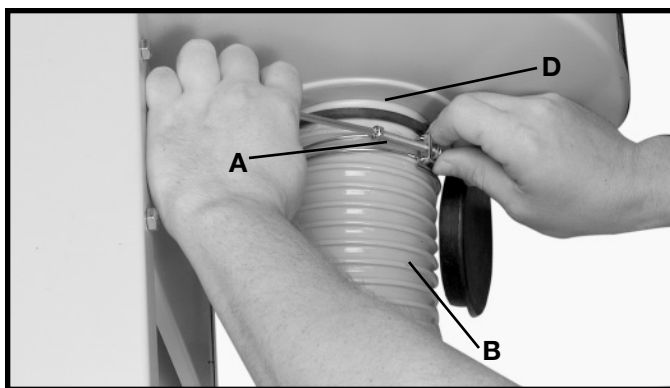
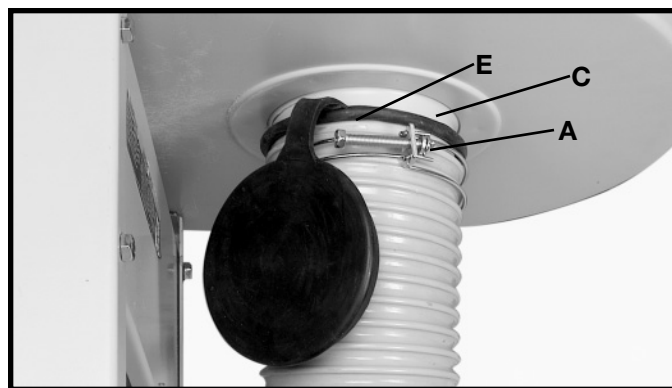

Fig. 18
Fig. 17
El colector de polvo se suministra con una manguera de entrada de polvo flexible de 4 pulgadas. Coloque el soporte de la tapa de la entrada (E) sobre el colector de polvo de la manera que se muestra en la Fig. 17. **NOTA:** **NO CUBRA EL ORIFICIO DE ENTRADA CON LA TAPA DE LA ENTRADA CUANDO ACOPLE LA MANGUERA AL ORIFICIO DE ENTRADA.** Para montar la manguera de recolección de polvo en el conjunto de motor y soplador, sujete flojamente la abrazadera de manguera (A), Fig. 17, alrededor de un extremo de la manguera flexible (B) y monte la manguera en el orificio de entrada de polvo (C). Apriete la abrazadera de manguera (A), Fig. 18, para sujetar la manguera flexible (B) al conjunto de motor y soplador (D). Monte la abrazadera restante en el otro extremo de la manguera flexible y en la máquina de elaboración de la madera. **IMPORTANTE:** No utilice el colector de polvo sin la manguera flexible montada en el orificio de entrada de polvo. Desconecte siempre el colector de polvo de la fuente de alimentación antes de conectar una manguera de entrada de aire al conjunto de soplador y motor o antes de desconectarla de dicho conjunto.